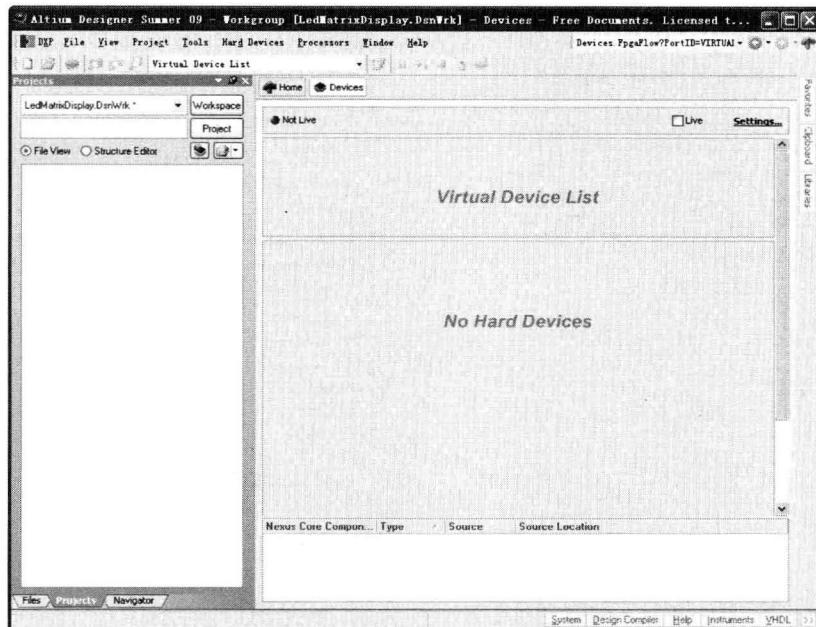

图1-10 设备视图窗口
- ◆ “Devices View”（设备视图）命令：用于打开设备视图窗口，如图1-10所示。